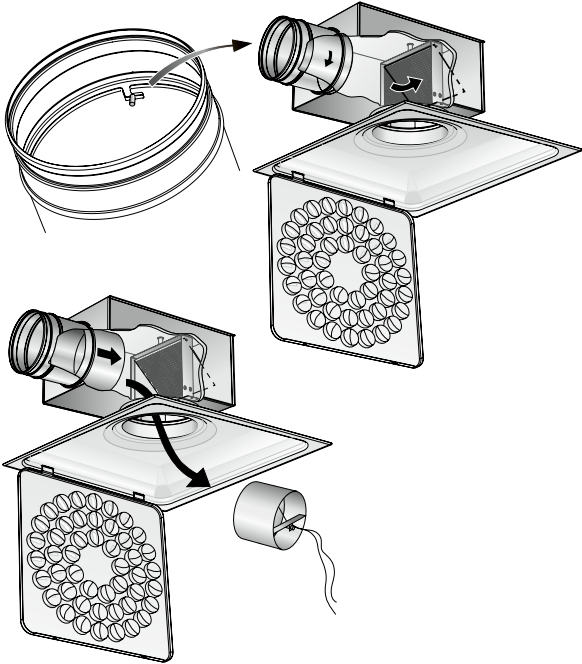

Abb. 4. Demontage von Klappen bei Verwendung des Anschlusskastens REACT ALS und ALS.
- Nach Öffnung des Auslassprofils ist das Kanalsystem für die Reinigung zugänglich. Wenn der Anschlusskasten REACT ALS oder ALS verwendet wird, klappt man das Verteilerblech zur Seite, sodass man das Klappenrohr im Klappengriff greifen und seitlich aus seiner Halterung drehen kann, siehe Abb. 4.